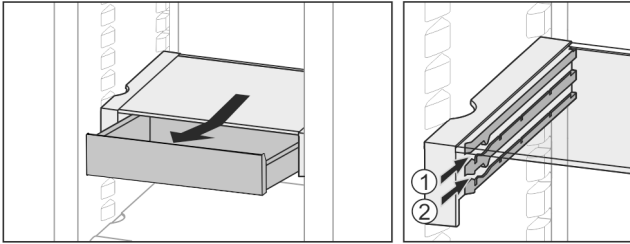

Fig. 18
- ▶ Вставити на будь-якій висоті Fig. 18 (1) або Fig. 18 (2).